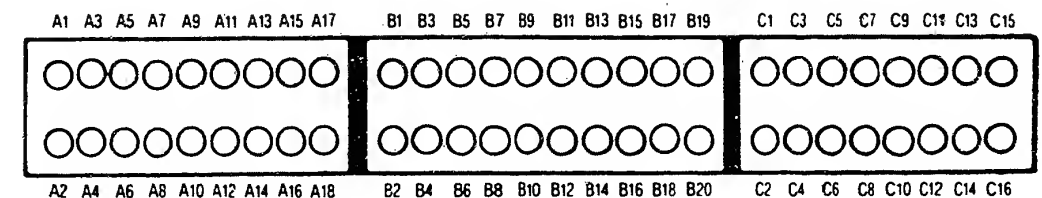

Bild 22 Plan der Anschluss Klemmen.
Bild 20 Die Lage des Steuergerätes, dessen LED-Anzeige auch ohne Entfernung der Abdeckung (1) zugänglich ist. Das Schema rechts zeigt die Art der Blinkcodes. 1 Abdeckung – 2 LED – 3 Steuergerät – 4 Prüfkabelbaum – 5 Anschlussklemmen (Bezeichnungen siehe Bild 22) – 6 Digitales Messgerät (Ohm- oder Voltmeter) – E Einzelprobleme – M Mehrfachprobleme